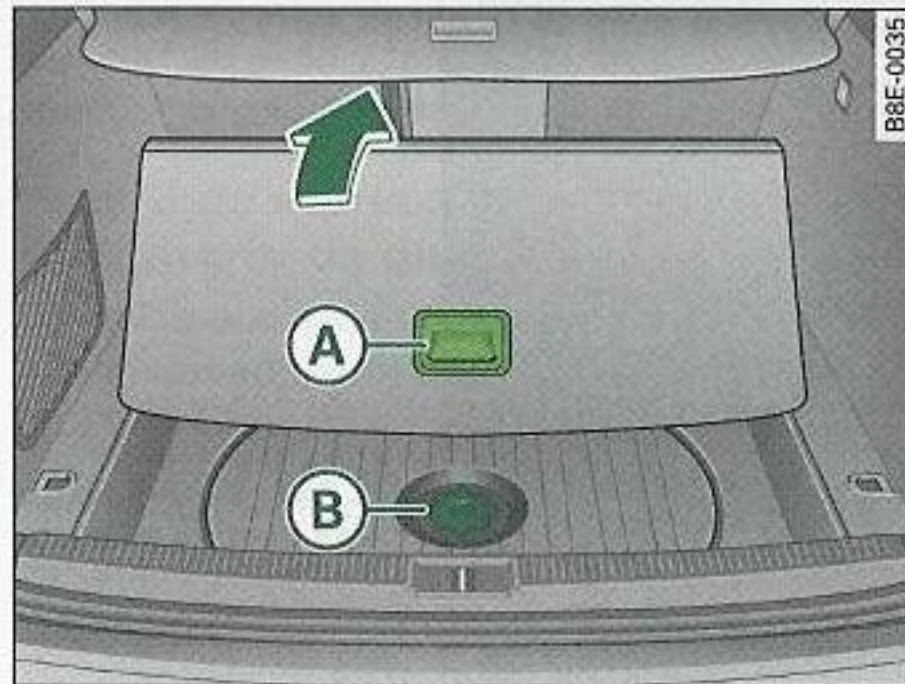
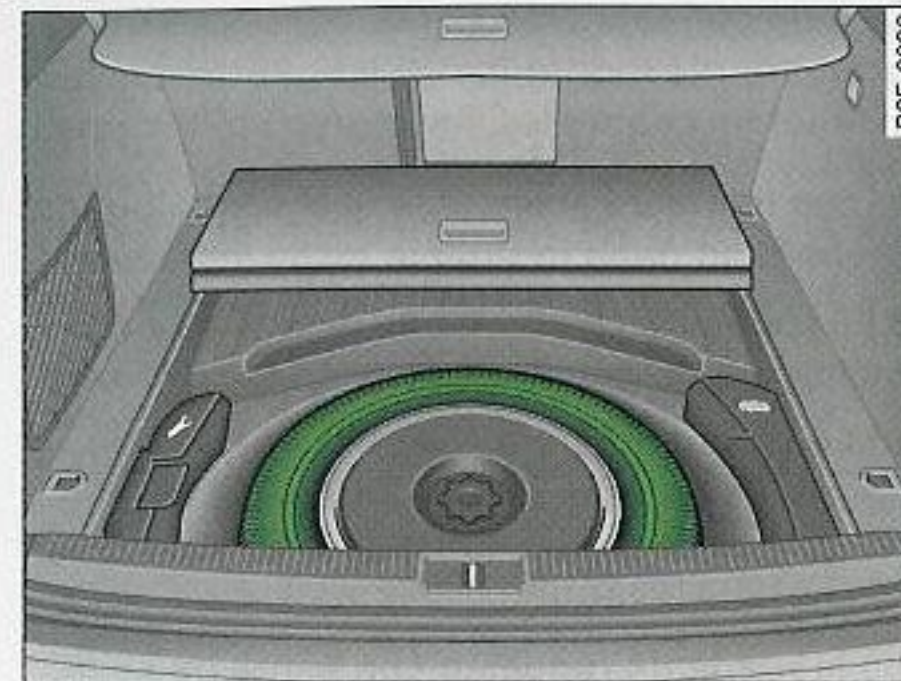

Fig. 247 Superficie de carga abatida en parte
Fig. 248 Rueda de repuesto
- Agarrando del asidero (A), lleve la superficie de carga del todo hacia atrás en la dirección de la flecha ⇒ fig. 247
- Desenrosque el tornillo de fijación (B) en sentido contrario a las agujas del reloj y retire la cubierta.
- Saque la rueda de repuesto ⇒ fig. 248.